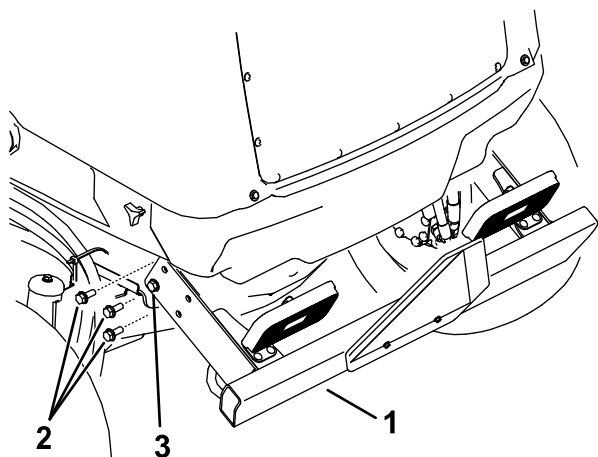

Figure 100
2. Retirez les 3 vis à embase de chaque côté du pare-chocs arrière, comme montré à la Figure 100.
embase qui fixent le pare-chocs arrière au cadre (Figure 100).